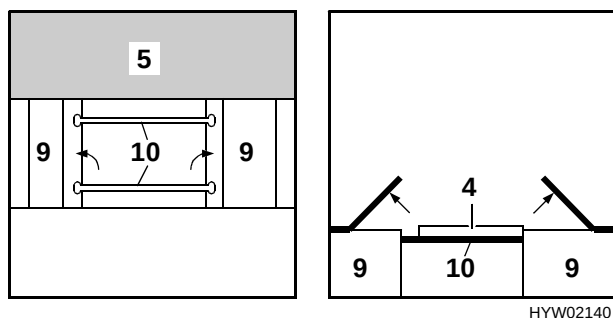

Bild 84 Während des Umbaus
- Beide Bettkastenklappen anheben und die beiden Bettstangen (Bild 84,10) quer zwischen die beiden Bettkästen in die jeweiligen Nuten einlegen. Bettkastenklappen schließen.
- Tischplatte (Bild 84,4) auf die beiden Bettstangen legen.